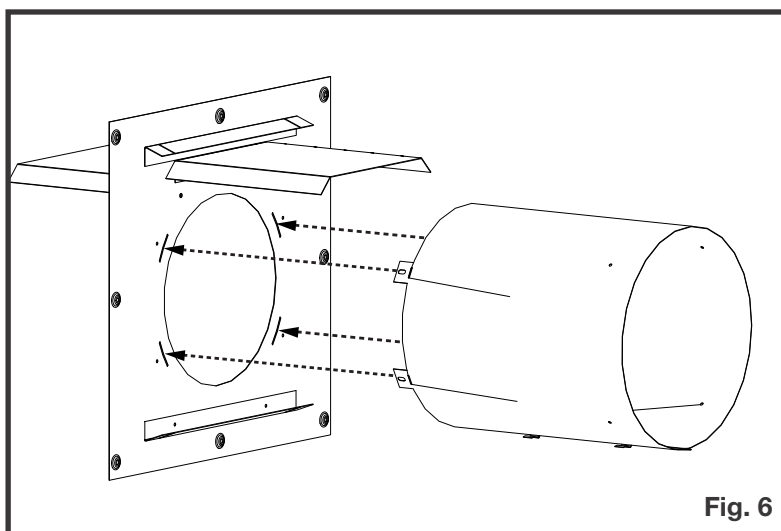

Fig. 6
3. Insérez les languettes des douilles d'évent dans les douilles d'espaceur de feuillard, pliez les languettes de douille d'évacuation et fixez-la à l'entretoise de foyer avec 4 attaches fournies (**Figure 6**).
6. Fixez le bouclier d'aération avec deux attaches (fournies) sur le cadre supérieur avant (Fig. 6).